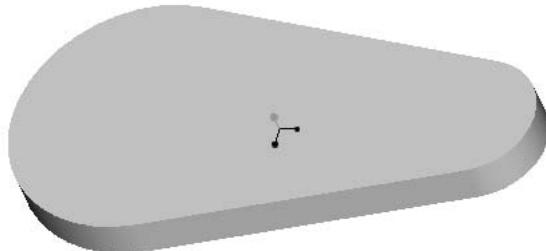

图 3.26 平板 A 生成后的情况
(12) 单击图形显示工具栏中的【保存的视图列表】按钮 $\text{寸}$ , 选取【默认方向】命令, 查看生成的平板 A 特征, 其结果如图 3.26 所示。